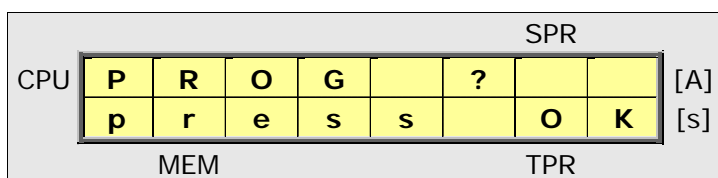
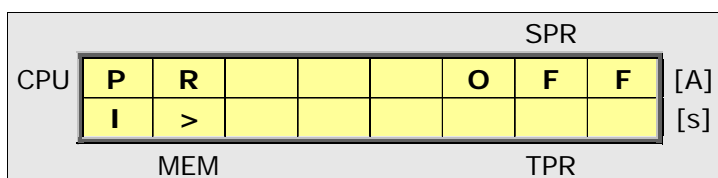

Fig.9 - Accesso in programmazione
Fig.10 - Menu di programmazione per il sovraccarico
- Per ENTRARE in programmazione è necessario tenere premuto **SET**, premere **SHIFT** e dal menu di Fig.9, confermare con **OK** oppure annullare con un altro tasto; se dopo aver attivato il menu di Fig.9 non viene data conferma entro circa 10s il dispositivo si riporta nello stato precedente annullando la richiesta. Dopo aver dato conferma per entrare in programmazione, il dispositivo mostra la schermata di Fig.10, disattivando la protezione.
Dopo aver configurato opportunamente i rapporti dei TA di misura per L1, L2, L3 ed NO, si può procedere con l'impostazione dei parametri di intervento della protezione, sempre a partire dal menu di Fig.10.